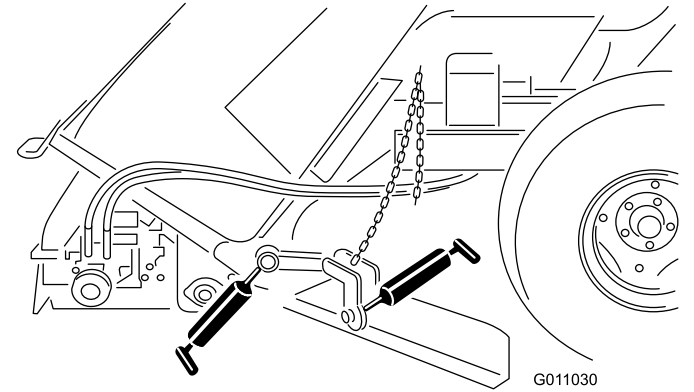

图 38
- 畝寄せブレードのマウント 図 38
- 畝寄せブレードのハブ 図 38